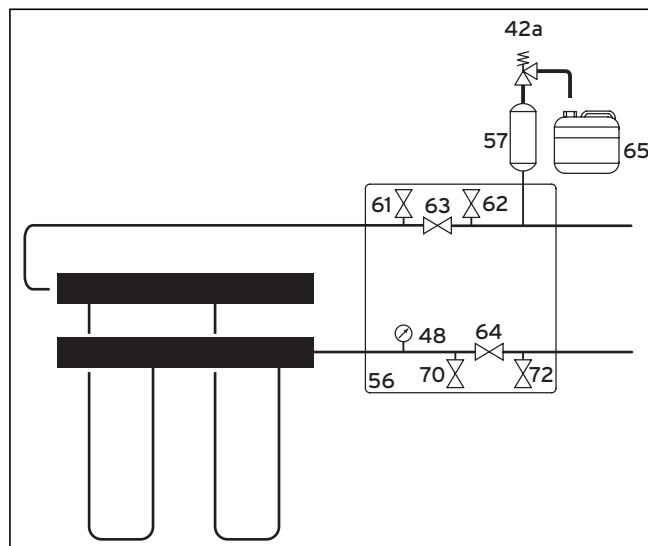

Abb. 5.5 Armaturen im Solekreis
Legende zu Abb. 5.5
- Dichten Sie das Außengewinde des oberen Anschlussstücks (1) mit einer Dichtmasse ab, die trocken abdichtet, z. B. Teflonband.
- Installieren Sie den Sole-Auffangbehälter (→ **Abb. 5.5, Pos. 65**) drucklos am Sicherheitsventil (**42a**). Der Sole-Auffangbehälter darf nicht komplett geschlossen sein, da sonst die Funktion des Sicherheitsventils nicht gewährleistet ist.